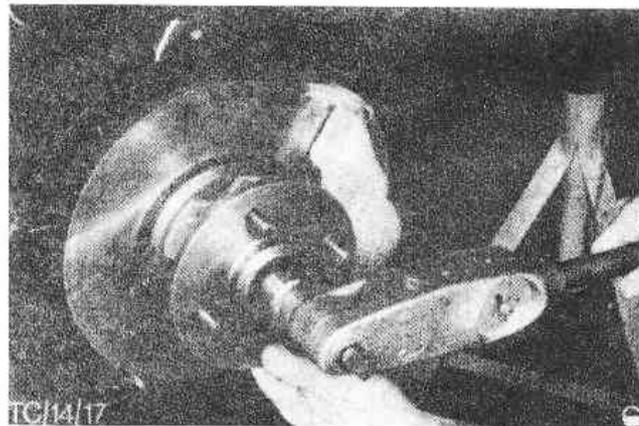

Рис.11.5. Затягивание регулировочной гайки ступицы (Разд.3)
13. Натяните регулировочную гайку и затяните ее с усилием 3.7 кгс/м, одновременно вращая ступицу вместе с диском, чтобы обеспечить свободу ее вращения и центровку подшипников (Рис.11.5). Поверните гайку в обратном направлении на 90°, что обеспечит требуемый зазор подшипников. Установите на место фиксатор гайки и новый шплинт. Загните усики шплинта.
4. Если имеется динамометрический ключ, затяните центральную регулировочную гайку с усилием 3.7 кгс/м, как показано на Рис.11.5, и затем отверните ее на 90°, что даст требуемый зазор подшипников ступицы. Установите на место фиксатор гайки и закрепите новым шплинтом.